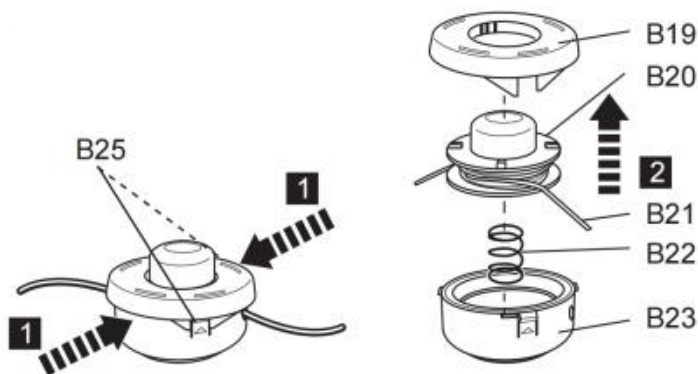

Fig. 63
3. Naciśnij zatrzaski zwalniające (B25) na obudowie głowicy przycinającej (B23), aby otworzyć pokrywę (B19) (rys. 63). Pokrywa (B19) i szpula (B20) wyskoczą.